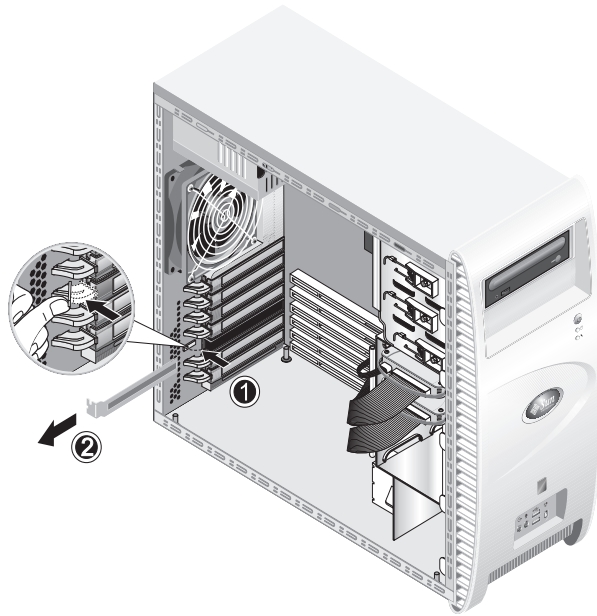

图 4-15 拆卸 PCI 卡插槽挡板
5. 在机箱内侧执行操作，按下蓝色固定夹（用于固定所选插槽的挡板），直到将其通过背面板的开口推出（参见图 4-15 中的 (1)）。然后向外旋转固定夹。
6. 拉出插槽挡板（参见图 4-15 中的 (2)）。